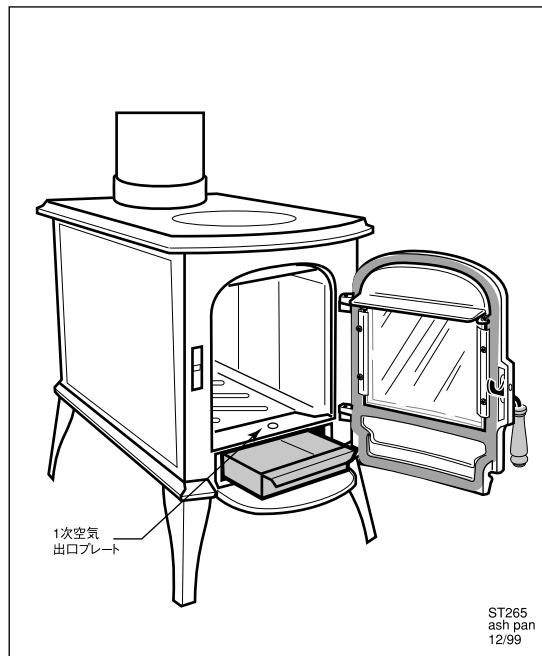

図31 1次空気出口には灰や炭が溜まらないようにしてください。
(図31参照)
- 1.一次空気プレートを留めているネジをはずします。(図31)